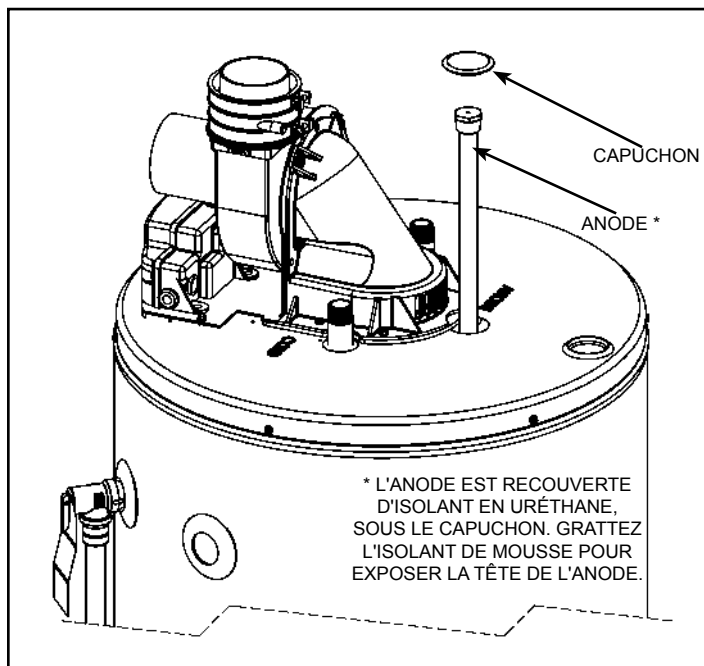

Figure 39
6. Retirez le capuchon qui recouvre l'anode, sur le dessus du chauffe-eau, et retirez une petite quantité d'isolant afin de dégager la tête de l'anode (Figure 39). Conservez le capuchon et l'isolant.
7. Retirez l'anode en la dévissant dans le sens antihoraire à l'aide d'une clé à douille de 1-1/16 po (Figure 39).